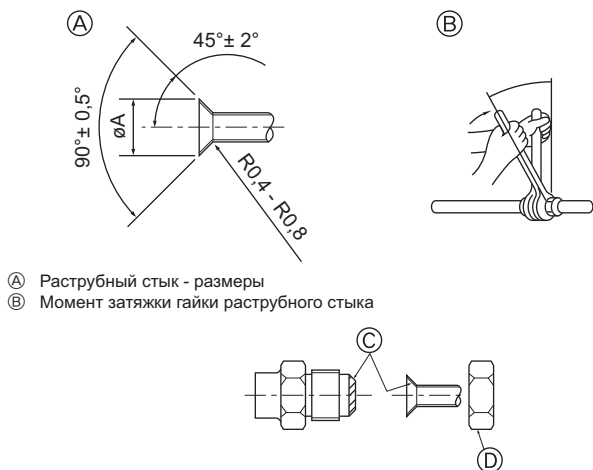

Fig. 4-2
A (Fig. 4-2)
B (Fig. 4-2)
4.2. Соединение труб (Fig. 4-2)